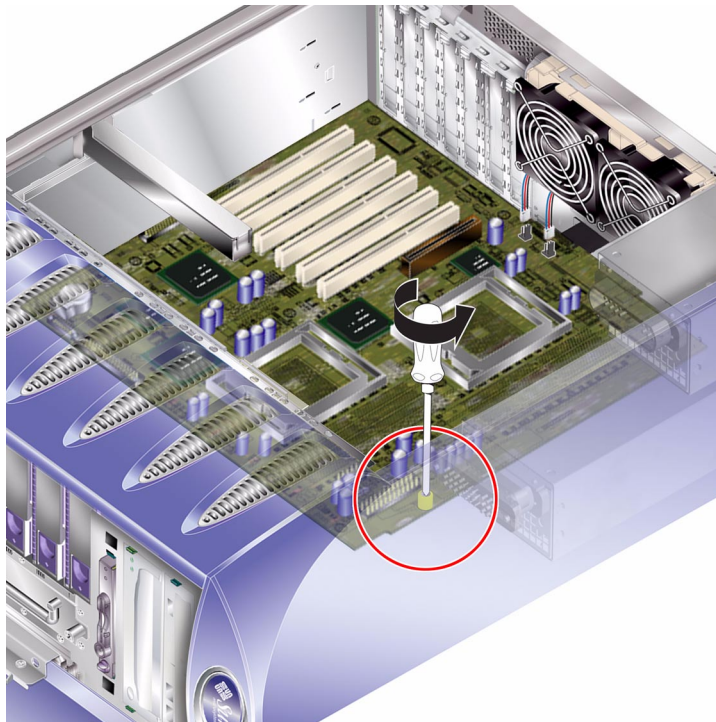

FIGURE 1-22 Emplacement de la vis de retenue de la carte système
11. Desserrez la vis de retenue de la carte système. Voir la section FIGURE 1-22.